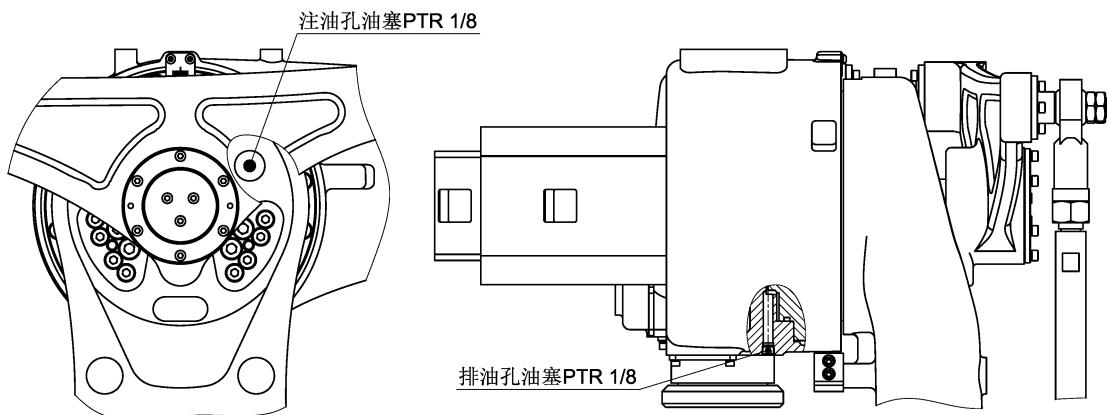

图 18 J3 轴局部结构
#### (1) 油脂补充步骤 (参考图 18)
- ④ 安装排油孔油塞前, 低速运转 J3 轴几分钟, 使多余的油脂从排油孔排出;
- ⑤ 用布擦净从排油孔排出的多余的油脂, 在排油孔安装油塞。油塞的螺纹处应缠生胶带并用扳手拧紧。
## (2) 油脂更换步骤（参考图 18）